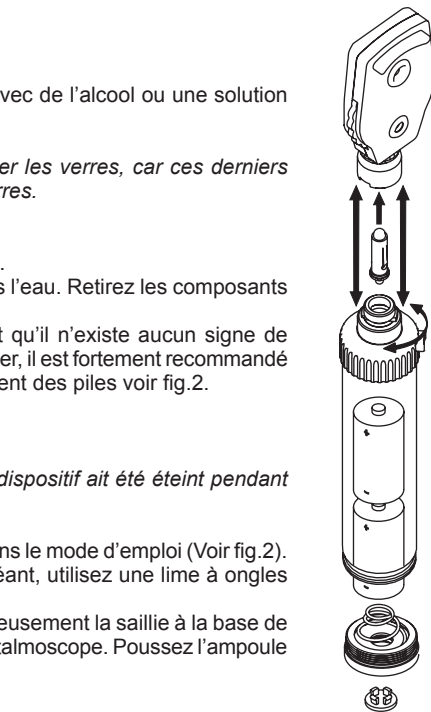
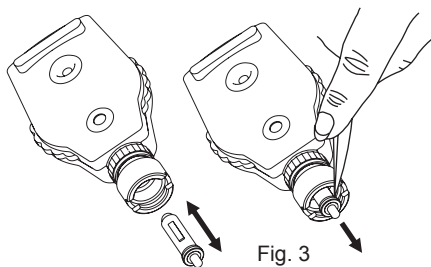

Fig. 2
Fig. 3
pires et les contacts électriques. Si l'ampoule ne fonctionne plus, il est possible de la remplacer avec la pièce de rechange d'origine. Pour remplacer l'ampoule, suivez les instructions de remplacement (voir aussi fig.3).
Vérifiez régulièrement l'état des piles, en vous assurant qu'il n'existe aucun signe de corrosion ou d'oxydation. S'il est nécessaire de les remplacer, il est fortement recommandé d'utiliser de nouvelles piles alcalines. Pour le remplacement des piles voir fig.2.
Retirez la tête de l'ophtalmoscope tel que recommandé dans le mode d'emploi (Voir fig.2). Saisissez l'embout de fermeture et retirez-le (le cas échéant, utilisez une lime à ongles ou un objet similaire) (Voir fig.3)
- Une fois ouvert, insérez les piles en respectant les polarités (voir fig.2).